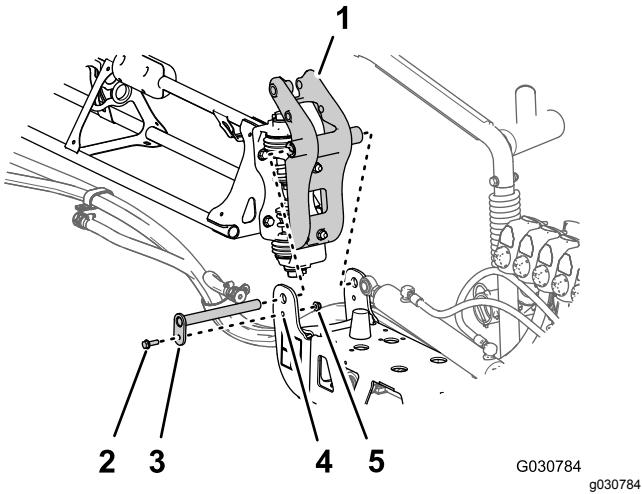

Рисунок 121
- Совместите втулки в креплениях оси поворота с отверстиями во фланцах кронштейна оси поворота в конце средней секции опрыскивателя (Рисунок 121).